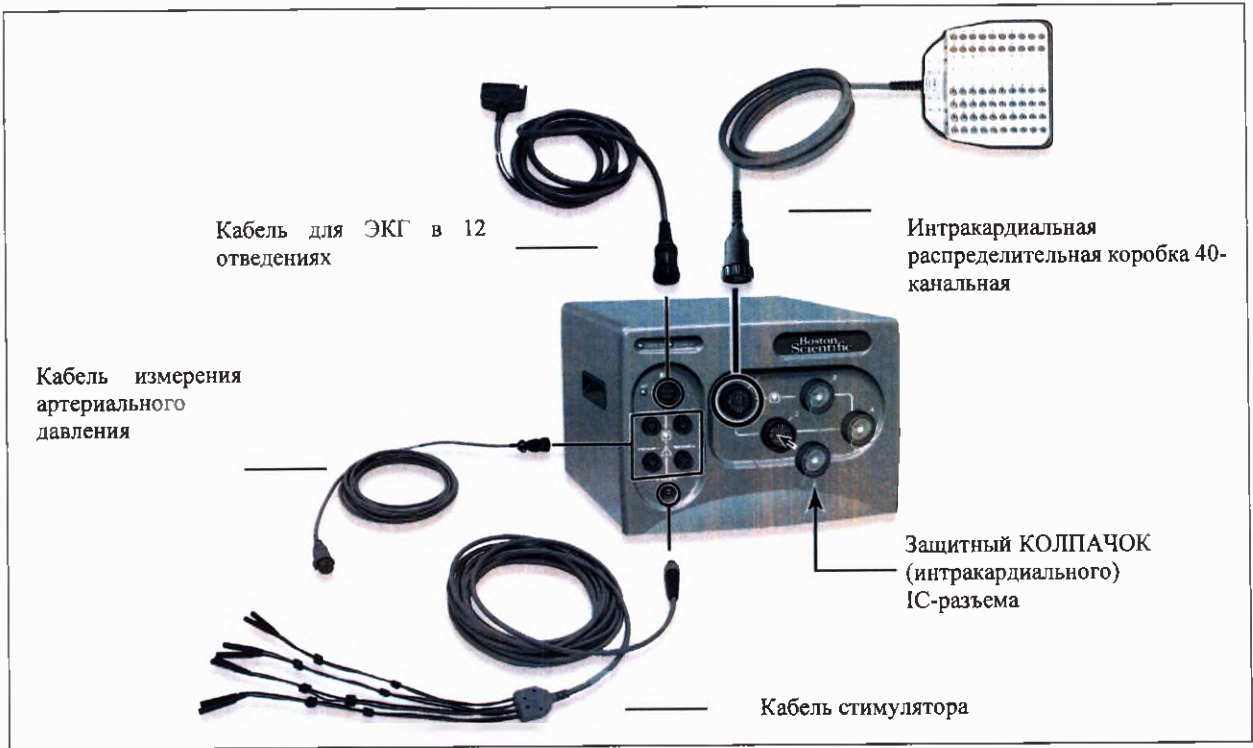

Рис. 3. Усилитель CLEARSIGN (передняя панель) со стандартными кабелями.
- Чтобы избежать потенциальной угрозы для пациента, запрещается подсоединять устройства к пациенту до подсоединения всех кабелей устройства EnSite NavX к усилителю CLEARSIGN II и системе EnSite NavX. Перед отсоединением кабелей устройства NavX следует отсоединить пациента от устройств. В промежутках между процедурами система EnSite NavX должна быть отсоединена от усилителя CLEARSIGN II. Все неиспользуемые разъемы должны закрываться защитными колпачками (см. Рис. 3).
Кабельные соединения детально показаны на Рис. 3–5. Ниже приведено описание компонентов и специальные инструкции по установке отдельных компонентов.